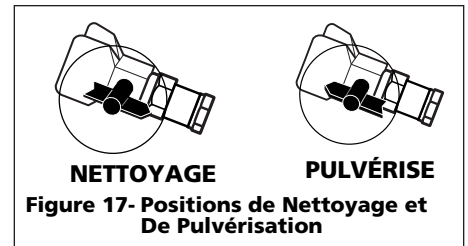

Figure 17- Positions de Nettoyage et De Pulvérisation
1. Tourner la buse à la position "Nettoyage" (Voir Figure 17).
3. Tourner la buse à la position "Spray" (Pulvériser) et procéder avec votre pulvérisation (Voir Figure 17).